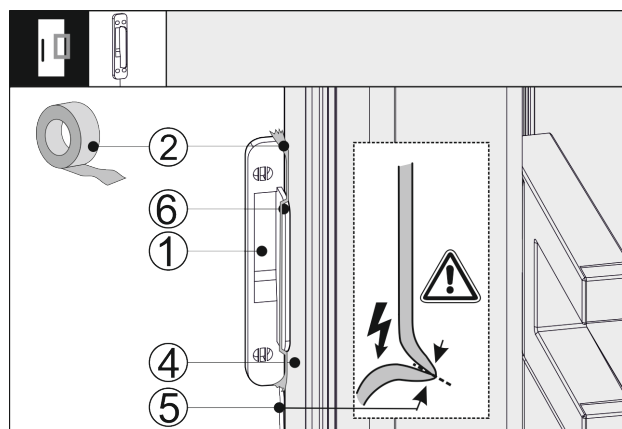

Fig. 43
- Установите датчик стука Fig. 43 (1) сбоку на двери устройства Fig. 43 (4) так, чтобы упор Fig. 43 (6) прилегал к двери устройства Fig. 43 (4). Кабель датчика Fig. 43 (5) слегка натянут и также прилегает к двери устройства Fig. 43 (4).
- Зафиксируйте датчик стука Fig. 43 (1) клейкой лентой Fig. 43 (2). Позже датчик стука будет прикручен к мебельному фасаду.